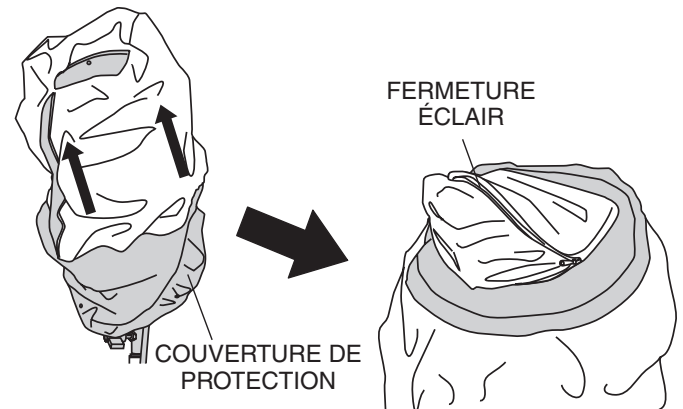

Figure 13. Rabattre la couverture de protection
3. Ensuite, rabattre la couverture de protection (Figure 13) sur elle-même et zipper.